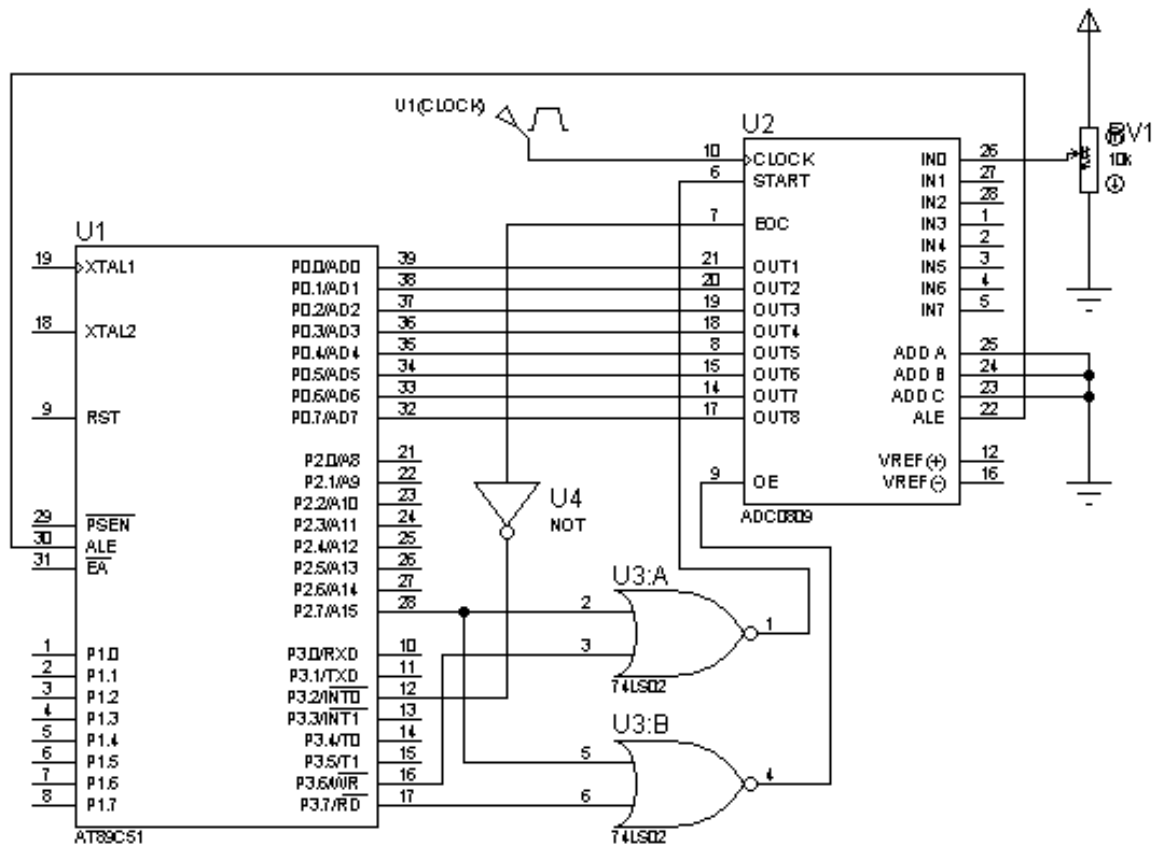

图 2 8051 与 ADC0809 接口电路
10. (10 分) ADC0809 与单片机的接口如图 2 所示。回答问题: